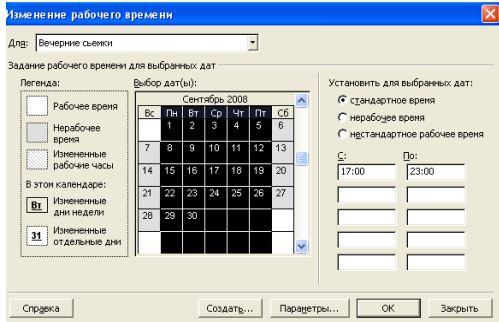

Рис. 130. Редагування календаря в діалоговому вікні
3.5.4. У верхньому рядку *С* і *По* ввести *17.00* і *23.00* та видалити значення другого рядка (рис. 130):